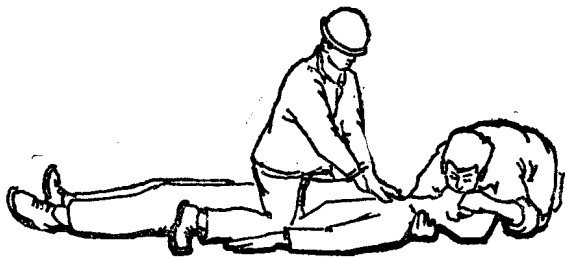

图2-8 人工呼吸法和胸外挤压法同时进行
3. 人工呼吸与心脏挤压同时进行法 对于既无呼吸又无心跳的触电者，应采用此法进行救护，如图2-8所示。如果事故现场只有一人，则口对口吹气两次，再心脏挤压15次，如此交替反复进行，直至触电者苏醒为止。